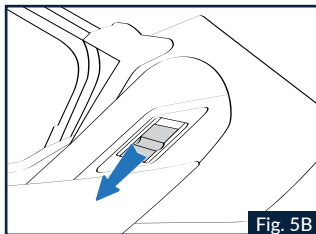
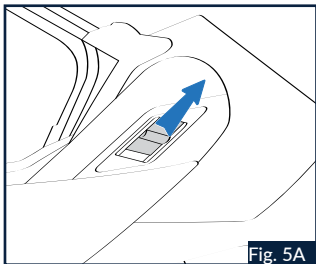

Fig. 5B
Fig. 5A
1.4 Indipendentemente dalla posizione iniziale della visiera, al termine dell'apertura della mentoniera la visiera resterà nella sua posizione di massima apertura. Se il casco viene utilizzato con mentoniera aperta (configurazione J), si consiglia di posizionare il cursore laterale sinistro di blocco in posizione "J" per assicurare la mentoniera in questa posizione (Fig.5B).
di blocco si trova in posizione "P", la mentoniera può essere aperta e/o chiusa (Fig.5A). Quando il cursore laterale sinistro di blocco si trova in posizione "J", la mentoniera non può essere chiusa, rimanendo bloccata in posizione aperta (Fig.5B).
⚠ ATTENZIONE : Quando il cursore laterale sinistro di blocco si trova in posizione "J", non forzare la chiusura della mentoniera perché ciò potrebbe determinare dei danni al meccanismo di chiusura del casco. Per procedere alla chiusura della mentoniera è necessario spostare il cursore di blocco in posizione "P" (Fig.5A).